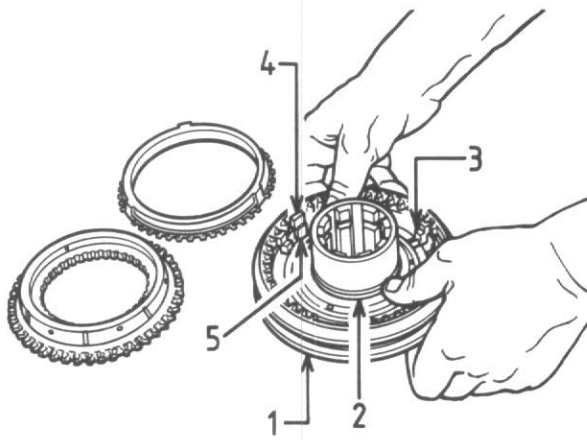
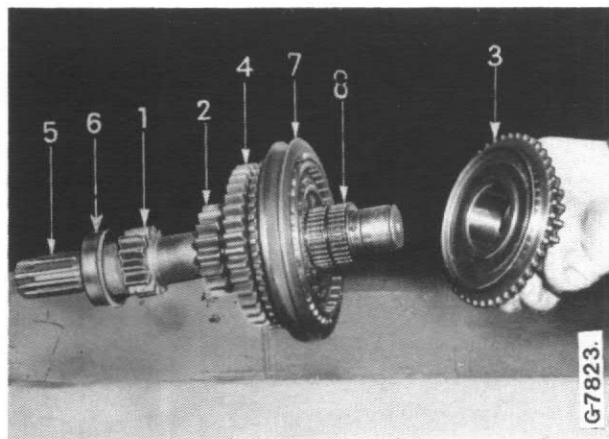

Figure 77
Figure 80
Glissez le manchon baladeur (1, Fig. 77) sur le synchroniseur, en enfonçant les billes de position (6, Fig. 76) à l'aide d'un outil approprié. Positionnez le manchon baladeur de manière que les pièces de pression avec les butées de position s'adaptent sur les dents par les encoches centrales des butées et que les butées (4, Fig. 77) s'alignent sur les découpures (5).
1. Roulement à aiguilles (25)
2. Bague pour roulement à aiguilles (22)
3. Pignon d'entraînement de 4e vitesse (24)
4. Synchroniseur (23)
Montez à chaud la bague (2) et faites-la rapidement glisser sur l'arbre jusqu'à ce qu'elle touche le corps du synchroniseur (2, Fig. 77). Montez ensuite les roulements à aiguilles (8, Fig. 80) et le pignon d'entraînement (3) sur l'arbre et placez la rondelle de butée (19, Fig. 59) derrière le pignon. Afin d'empêcher cette rondelle de tourner, une encoche est prévue qui vient s'engager sur une bille. Insérez le circlip (18).